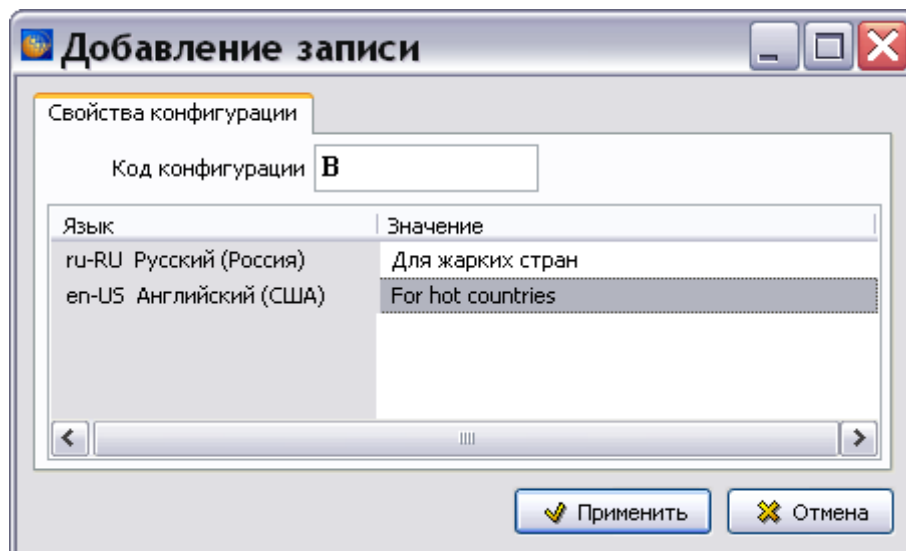

Рисунок 19
3) Введите **Код конфигурации**. Код конфигурации по требованию стандарта должен состоять из букв латинского алфавита и цифр (рисунок 19).
4) Введите значение конфигурации для всех языков проекта (рисунок 19). Языки проекта задаются в шаблоне проекта и могут быть изменены в свойствах проекта (см. раздел «Вкладка «Язык»»). Для ввода значения на определенном языке дважды щелкните по строке с названием языка в столбце «Значение». При этом ячейка станет доступна для ввода данных.